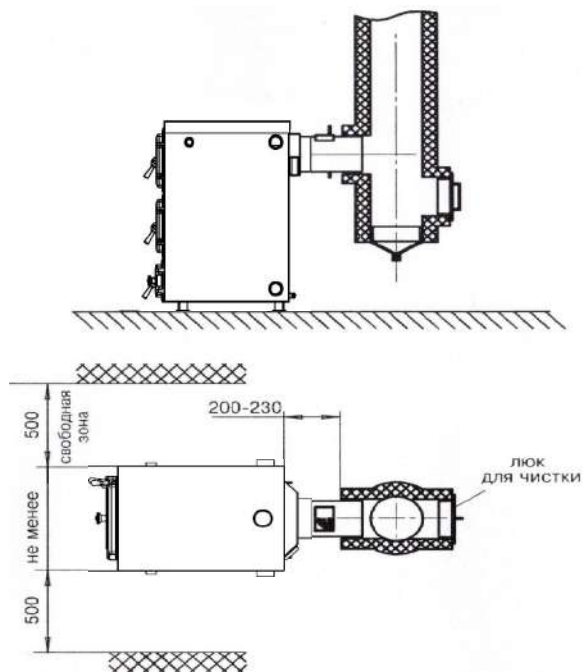

Рис. 2 Схема установки котла
6.1.2. Перед установкой котла на сгораемые конструкции здания под котлом и перед его фронтом на 500 мм необходима прокладка стальных листов толщиной 0,6 - 1,0 мм по асбестовому или базальтовому картону, толщиной 3-5 мм. Схема установки котла показана на рис. 2.